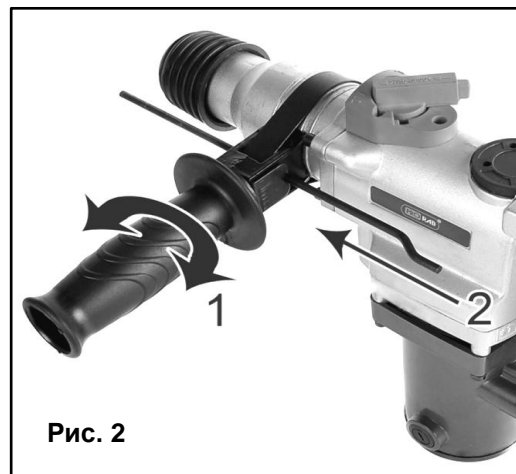

Рис. 2
- Установите боковую рукоятку на корпус перфоратора (См. Рис.2).
- Слегка отпустите фиксатор ограничителя на душке боковой рукоятки перфоратора, для этого немного открутите рукоятку (1)(См. Рис.2).